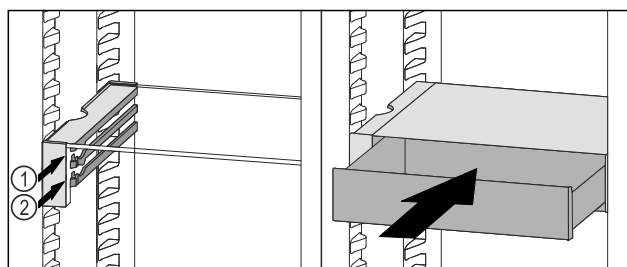

Fig. 113
- Posizionare il cassetto VarioSafe dietro i tappi sulla nervatura desiderata Fig. 113 (1) o Fig. 113 (2).